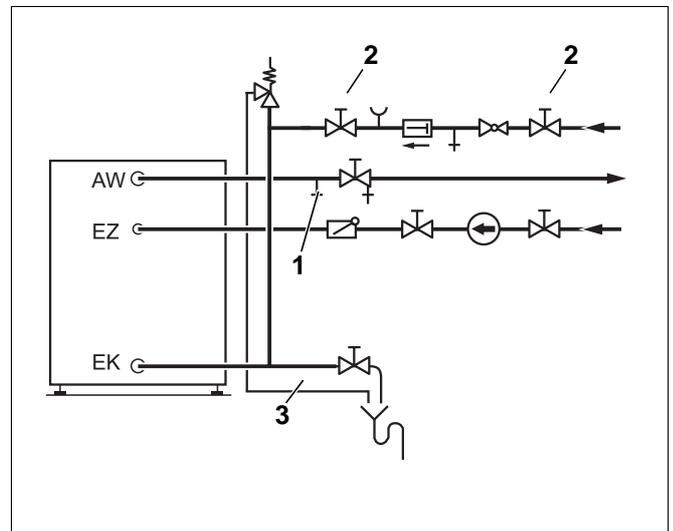

fig. 9 Instalação conforme a DIN 1988 (esquema de princípio)
- Abra a válvula de ventilação e de purga (fig. 9, **pos. 1**) ou a torneira que se encontra em posição mais alta, para purgar o acumulador de água quente sanitária.
- Abrir a válvula de corte para a entrada da água fria EK (fig. 9, **pos. 2**), para encher o acumulador de água quente sanitária.
- Antes de proceder ao aquecimento, verificar se a caldeira de aquecimento, o acumulador de água quente sanitária e as tubagens estão cheios com água. Para isso, abrir a válvula de ventilação e de purga (fig. 9, **pos. 1**).
- Deixe a tubagem de purga da válvula de segurança (fig. 9, página 13) sempre aberta.
- a tubagem de purga da válvula de segurança (fig. 9, página 13) deve ficar sempre aberta.